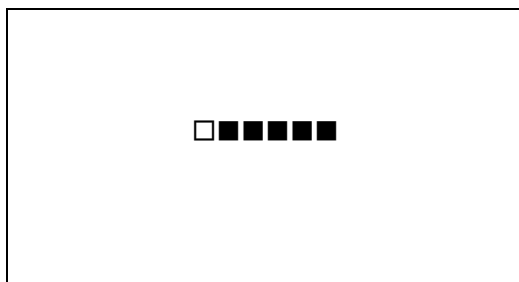

図4-9 オンスクリーンメニュー(CHAR SELECT例)
1)キャラクターメニューで「CHAR SELECT」を選択し、**ENTER**ボタンを押すと図4-9のような設定メニューが表示されます。